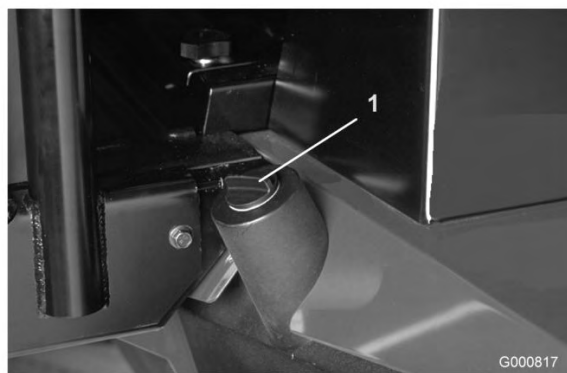

Figura 35
- Pulite attorno al collo del bocchettone e del tappo del serbatoio idraulico (Figura 35). Togliete il tappo dal collo di riempimento.